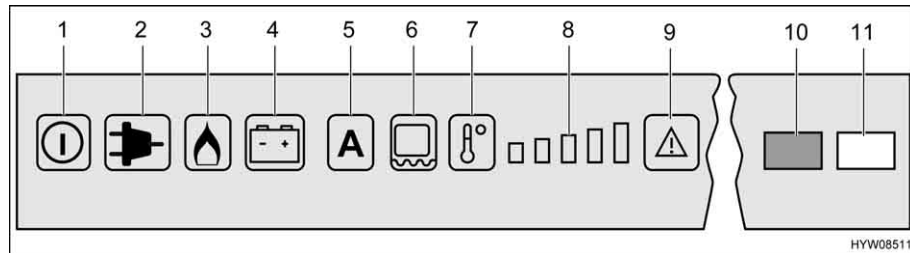

Bild 218 Bedienelemente für den Kühlschrank (Dometic RMD)
Wenn der Betriebsmodus "AES" eingestellt ist, **keine** 230-V-Versorgung angeschlossen und der Fahrzeugmotor **ausgeschaltet** ist, wählt das AES die Gasversorgung. Beim Anwählen des Gasbetriebs wird die Zündsicherung automatisch geöffnet, so dass Gas zum Brenner strömen kann. Gleichzeitig wird der elektronische Zünder eingeschaltet. Erlischt die Gasflamme, z. B. durch einen Luftzug, wird der Zünder sofort aktiviert und zündet das Gas wieder an. Bei Störung im Gasbetrieb blinken die Leuchttasten "Gas" (Bild 218,3) und "Störung" (Bild 218,9). Die Kontroll-Leuchte "Störung" (Bild 218,10) leuchtet und es ertönt 20 Sekunden lang ein akustischer Alarm.
Nach dem Einschalten wählt der Kühlschrank automatisch die mittlere Thermostateinstellung. Diese Einstellung kann manuell mit der Taste Temperaturstufenauswahl (Bild 218,7) nachgeregelt werden. Die Kontroll-Leuchten (Bild 218,8) zeigen die gewählte Thermostateinstellung an. Mit der Taste Temperaturstufenauswahl wird die Kühltemperatur für alle drei Energiearten eingestellt. Es dauert einige Stunden, bis der Kühlschrank die normale Betriebstemperatur erreicht hat. Beim Umschalten der Betriebsart wird die Thermostateinstellung beibehalten. Die Kühltemperatur wird unabhängig von der Energieart beibehalten.
- Rahmenheizung für eine Dauer von 2 Stunden einschalten: Taste (Bild 218,6) einmal drücken. Ein Balken der Temperaturstufenanzeige (Bild 218,8) leuchtet.
- Rahmenheizung für eine Dauer von 5 Stunden einschalten: Taste (Bild 218,6) zweimal drücken. Zwei Balken der Temperaturstufenanzeige (Bild 218,8) leuchten.
- Rahmenheizung auf Dauerbetrieb stellen: Taste (Bild 218,6) dreimal drücken. Drei Balken der Temperaturstufenanzeige (Bild 218,8) leuchten.
Die Temperaturstufenanzeige (Bild 218,8) zeigt einige Sekunden lang die Betriebsdauer der Rahmenheizung an.
Bei hohen Außentemperaturen und hoher Luftfeuchtigkeit kann es zur Wassertropfenbildung am Metallrahmen des Frosterfachs kommen. Deshalb ist der Kühlschrank mit einer Rahmenheizung für das Frosterfach ausgestattet. Bei hohen Temperaturen und hoher Luftfeuchtigkeit die Rahmenheizung über die Taste (Bild 218,6) einschalten. So lässt sich Korrosion vermeiden. Wenn die Rahmenheizung eingeschaltet ist, leuchtet die Leuchttaste (Bild 218,6).
- Taste Ein/Aus (Bild 218,1) etwa 2 Sekunden lang drücken. Der Kühlschrank schaltet sich ein, die zuletzt eingestellte Energieart oder "AES" wird angezeigt.
- Kühltemperatur mit Taste Temperaturstufenauswahl (Bild 218,7) einstellen. Die Kontroll-Leuchten (Bild 218,8) zeigen die gewählte Thermostateinstellung.
- Taste Ein/Aus (Bild 218,1) etwa 2 Sekunden lang drücken. Der Kühlschrank schaltet sich aus, keine Anzeigen leuchten mehr.